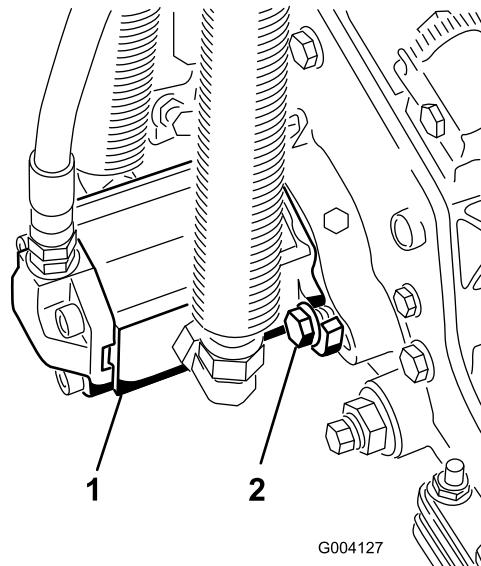

**Figura 15**
8. Fissate la catena del braccio di sollevamento alla staffa della catena dell'apparato di taglio (Figura 15) con il perno di ritenuta, come indicato di seguito: